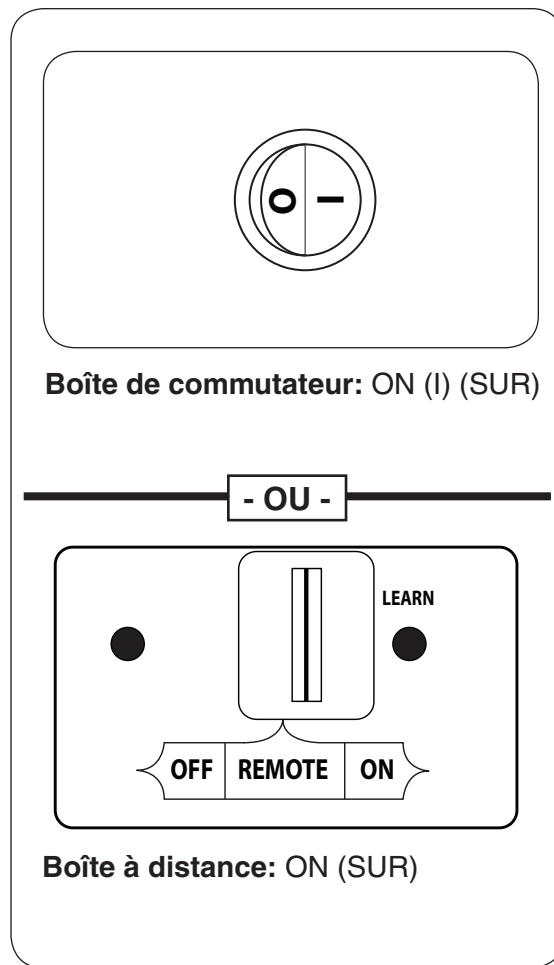

Fig. 14-1 Allumage manuel
1. **Boîte De Commutateur Modèles:** Repérez l'interrupteur ON/OFF (sur/éteindre) à l'avant de la boîte de commutation. Appuyez sur l'interrupteur sur la position **ON (I)** (sur). Voir Fig. 14-1.
Boîte À Distance Modèles: Situez l'interrupteur à 3 positions sur le récepteur à distance (voir la Fig.14-1.), Et faites glisser le commutateur à la position **ON** (sur).